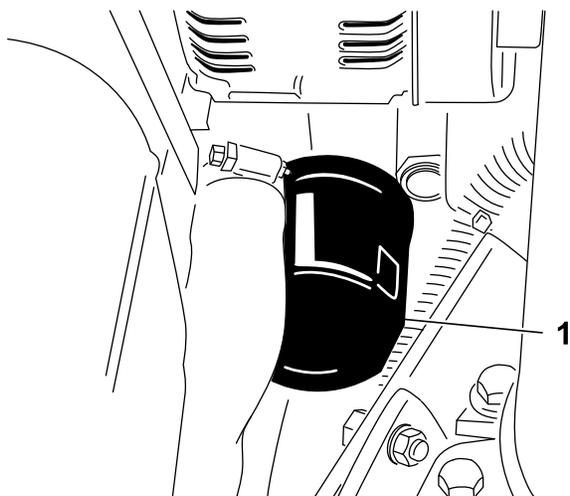

Figure 45
2. Déposez le filtre à huile (Figure 45). Appliquez une fine couche d'huile propre sur le joint du filtre de rechange avant de le visser en place. **Ne serrez pas excessivement.**